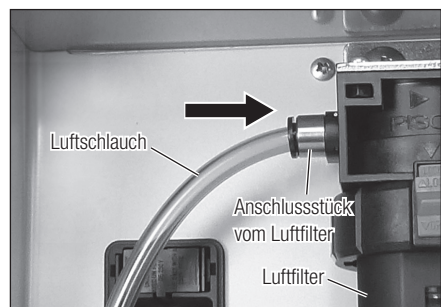

Abb. 1
- 1) Stecken Sie den Luftschlauch in das Anschlussstück vom Luftfilter auf der Rückseite der Einheit (Abb. 1).